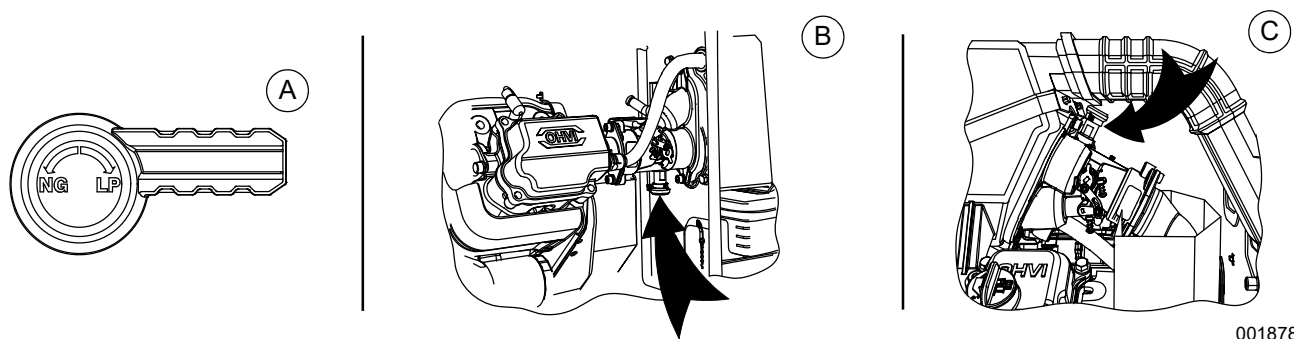

Figura 5-1. Localização do botão de conversão de combustível
Consulte Figura 5-1 para obter as localizações do botão de conversão de combustível (A). O botão de conversão de combustível laranja está localizado abaixo do misturador de combustível em unidades de 10 kW (B) e acima do misturador de combustível em unidades de 14 a 24 kW (C).